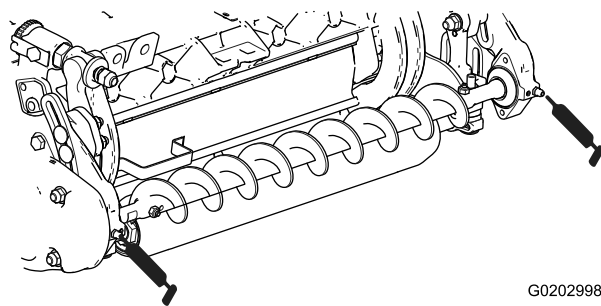

Figura 17
3. Lubrifique os bocais de lubrificação em cada caixa do rolamento da escova do rolo com massa n.º 2 para utilizações gerais, à base de lítio (Figura 17).